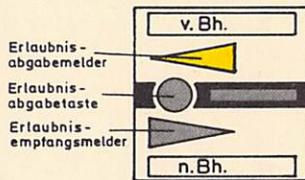

Bild 52
- (2) Die Erlaubnis wird durch Bedienen der Erlaubnisabgabegruppen-taste und der Erlaubnisabgabetaaste abgegeben. Voraussetzung ist, daß keine Zugstraße auf das betreffende Streckengleis eingestellt ist, alle Blockabschnitte frei sind und keine Störung vorliegt. Mit der Erlaubnisabgabe werden die auf die Strecke weisenden Haupt-signale gesperrt. Der Erlaubnisabgabemelder leuchtet gelb, der Erlaubnisempfangsmelder wird dunkel (vgl. Bild 52).